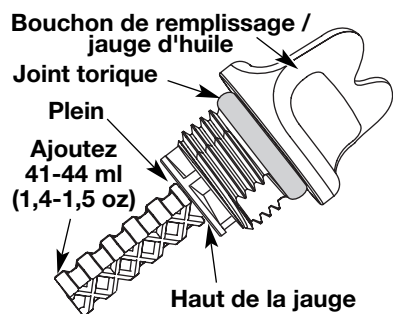

Fig. 22
- Retirez le bouchon de remplissage / jauge d'huile et vérifiez le niveau d'huile. L'huile devrait atteindre le haut de la jauge (Fig. 22).